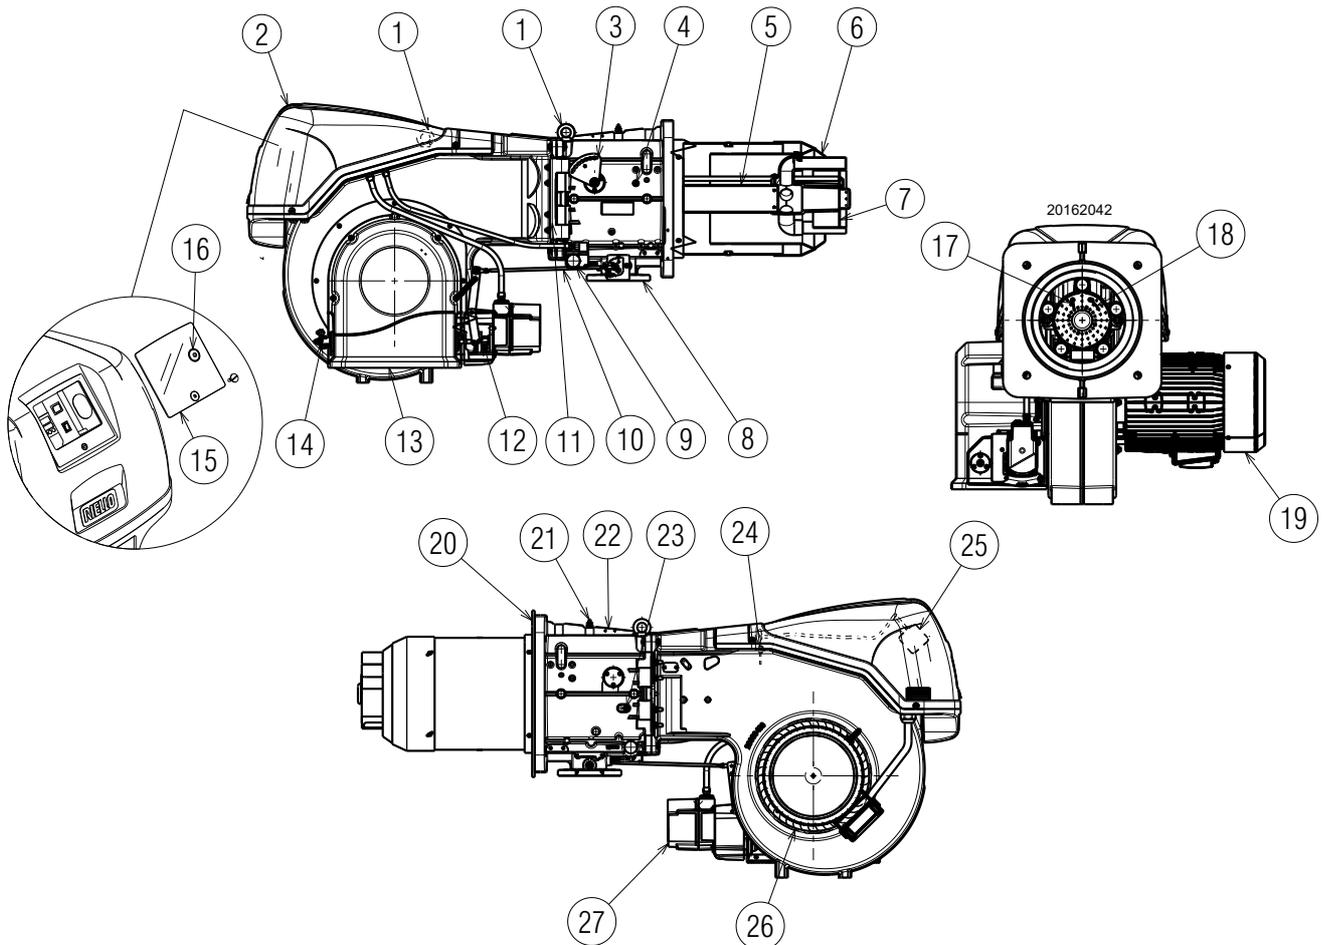

Fig. 4
(1) Conditions de référence : Température ambiante 20° C - Température du gaz 15° C - Pression barométrique 1 013 mbar - Altitude 0 m s.n.m.
(2) Pression à la prise 21)(Fig. 4 à la page 11) avec pression zéro dans la chambre de combustion et à la puissance maximale du brûleur.
(3) Pression sonore mesurée dans le laboratoire de combustion du constructeur, avec le brûleur fonctionnant sur la chaudière d'essai, à la puissance maximale.